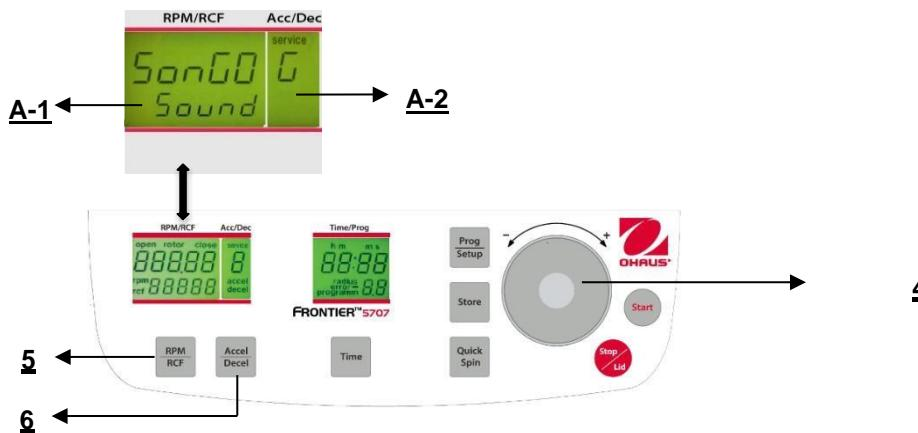

Figure. 31
Poursuivre conformément à la description du paragraphe 4.1.2 pour entrer dans ce mode de programme et appuyer ensuite sur la touche "Accel/Decel" (6). Sur l'affichage "Acc/Dec" (A-2), le mot "Service" clignote. Sélectionner maintenant la lettre "G" avec le cadran de réglage (4). Ceci entraîne l'apparition des mots "SonGo/Sound" sur l'affichage "RPM/RCF" (A-1). Après avoir appuyé sur la touche "RPM/RCF" (5), il est possible de sélectionner une sonorité avec le cadran de réglage (4). (voir la figure 31)